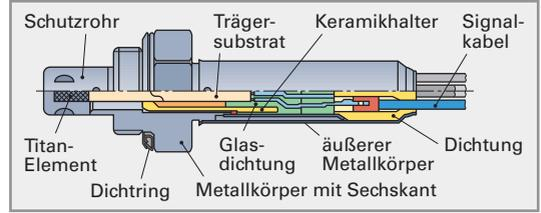

Bild 3: Titandioxidsonde
**Widerstandssprungs-sonde (Bild 3).**